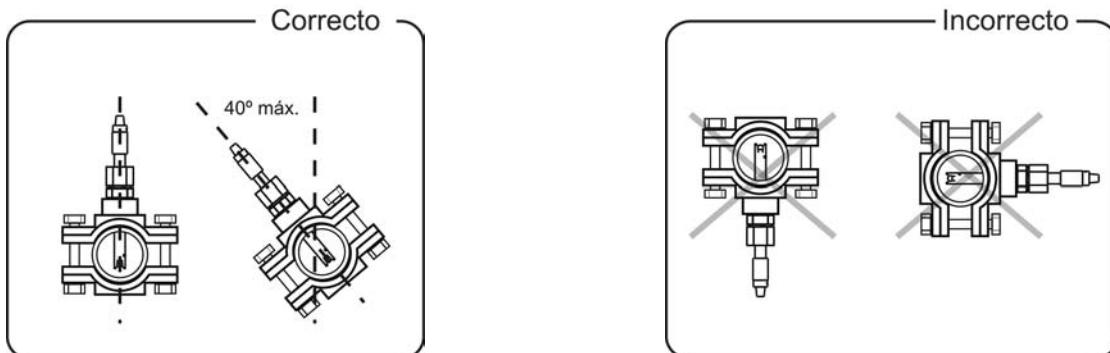

Fig. 9
4. **Instalar siempre los sensores de pH/ORP preferiblemente en posición vertical o con una inclinación máxima de 40° (Fig. 9).**